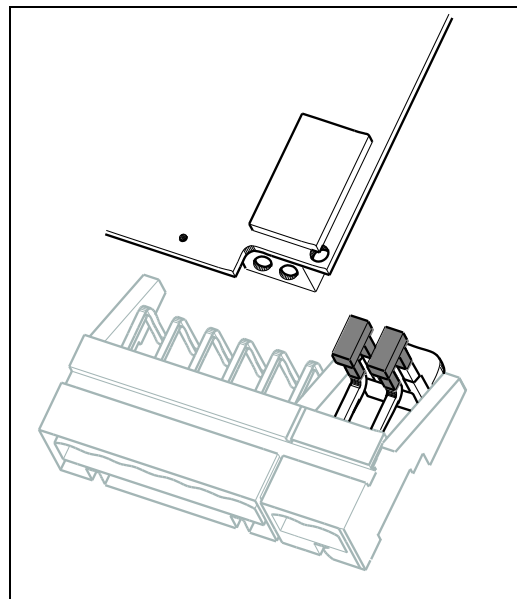

Рис. 19: Входной модуль pH и клемма pH на крышке корпуса с перемычками для подключения ISFET-датчиков
6. Установите перемычки, входящие в комплект, как показано на рис. 19.